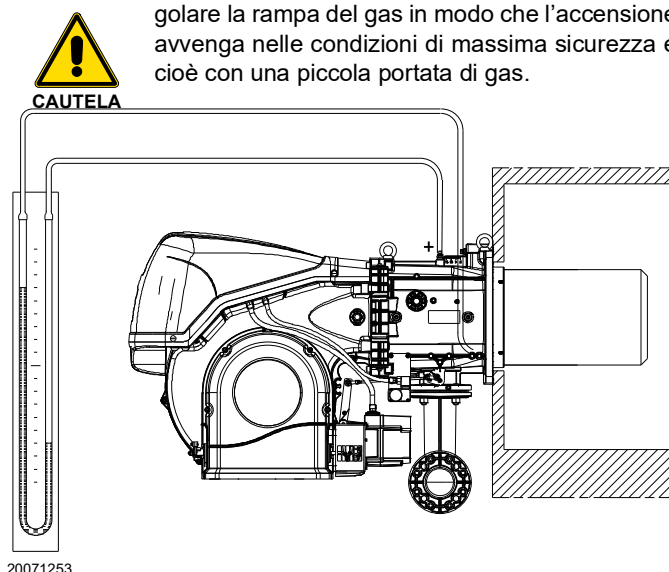

Fig. 28
- Montare un manometro a U o un manometro di tipo differenziale (Fig. 28), con presa (+) sulla pressione del gas del manicotto e (-) in camera di combustione. Serve a ricavare approssimativamente la potenza MAX del bruciatore mediante la .
L'arrivo del gas al manicotto è evidenziato dal manometro ad U (Fig. 28).
A titolo orientativo può essere ricavata dalla a pag. 24, basta leggere la pressione del gas sul manometro a U, vedi Fig. 28 a pag. 27, e seguire le indicazioni.